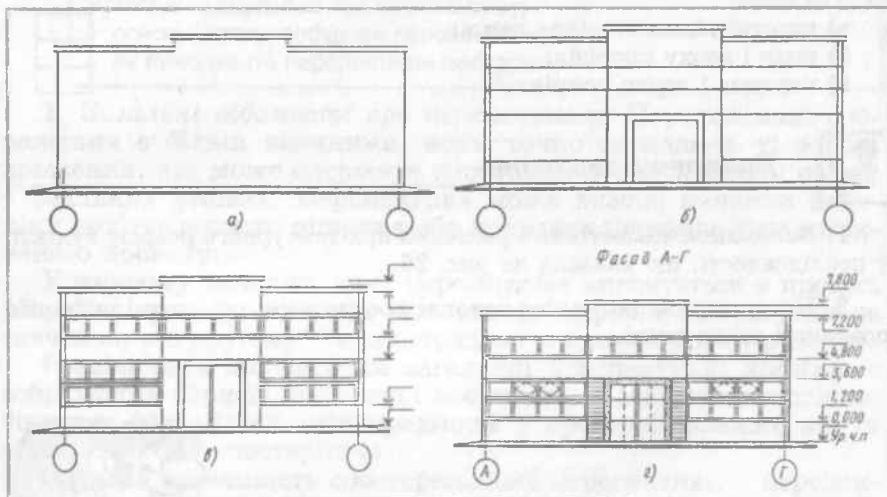

Рис. 29. Послідовність креслення фасаду
4. Фасади креслять у такій послідовності (рис. 29а,б,в,г):